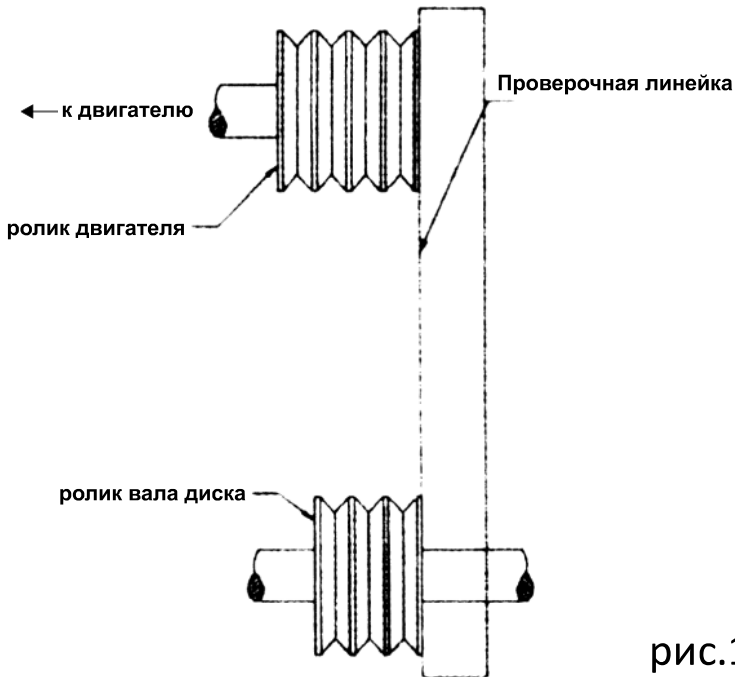

рис.1.
6. Чтобы проверить соосность, используйте стальную проверочную линейку. См. рис.1.